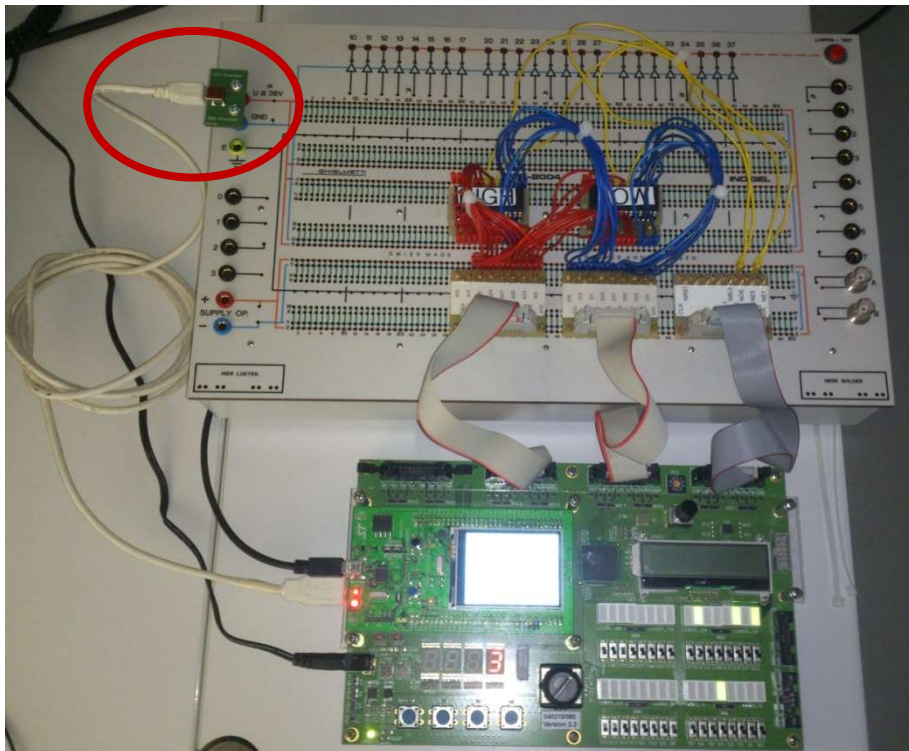

Abbildung 4: Anschluss der Speisung über USB
- c) Bauen Sie die Schaltung auf dem Indigel Board auf. Zur Speisung des Indigel Boards ist ein USB Adapter vorhanden. Mit diesem kann das Indigel Board über den USB Port des CT-Board gespeist werden. Siehe Abbildung 4.